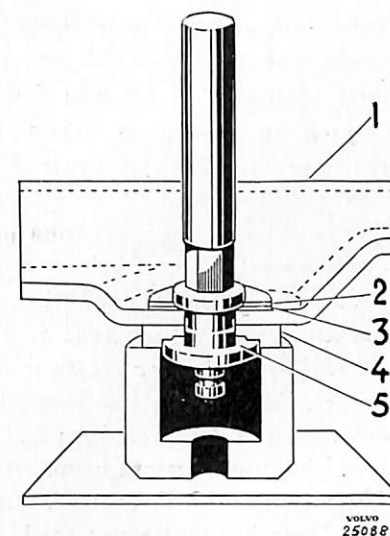

Bild 15. Demont. av bult.
Den i bromsskölden sittande bulten (5 bild 15) för justerkammen (4) kan utbytas genom att den gamla bulten pressas ur och en ny bult stukas fast med ett härför avsett stukningsverktyg SVO 2119.
1. Demontera bromsskölden. Placera den till stukningsverktyget hörande underläggshylsan i en press enligt bild 15 och pressa ur bulten (5) med hjälp av en dorn.